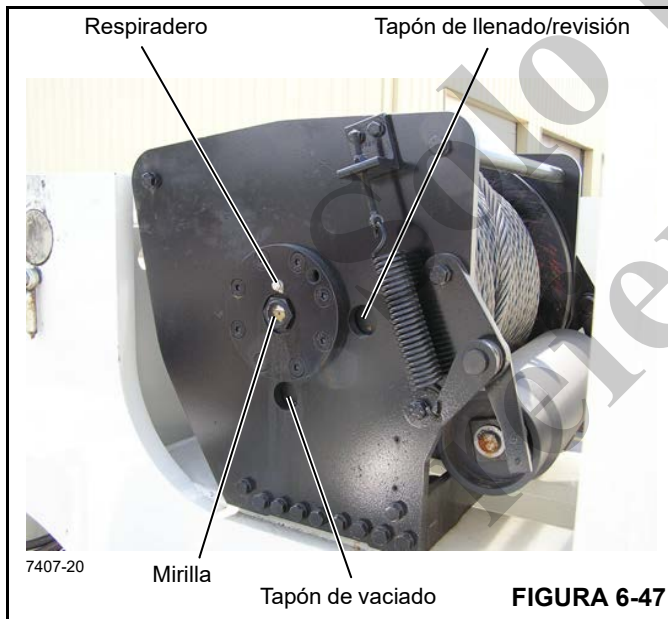

FIGURA 6-47
2. Gire el tambor del malacate hasta que el tapón de vaciado esté visible a través del agujero inferior en la escuadra de montaje lateral (Figura 6-47).
3. Limpie alrededor del respiradero del mecanismo (Figura 6-47) y el tapón de llenado/visión. Retire el respiradero del mecanismo y límpielo con un disolvente adecuado; luego vuelva a instalarlo en el mecanismo.